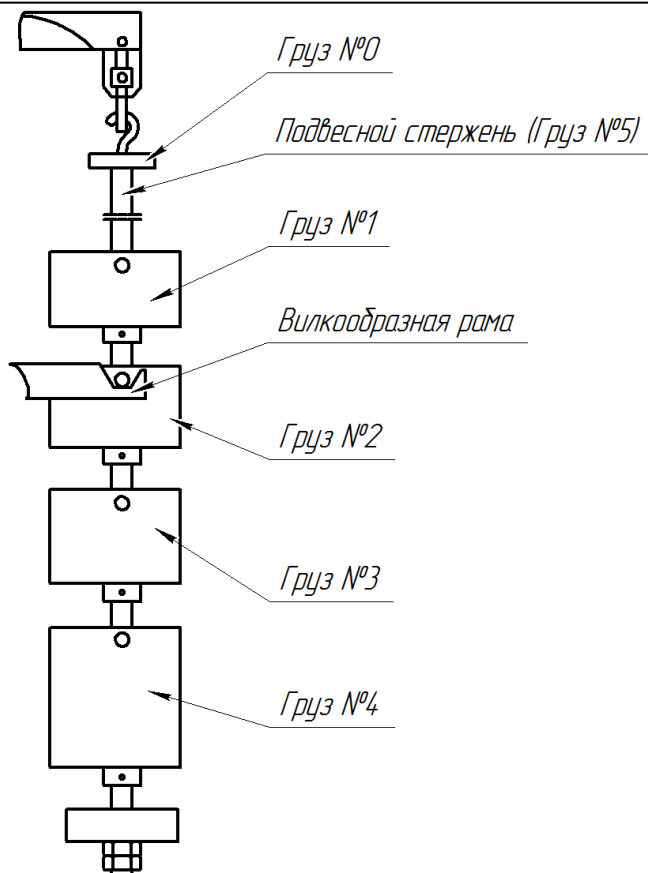

Рисунок 2.2 – Установка грузов
2. Повернуть ручку изменения нагрузки на положение «31,2», а затем установить грузы на подвесной стержень с верху-вниз в соответствии с порядковыми номерами: №1, №2, №3, №4 (рис. 2.2). Круглые колышки по обе стороны от груза должны быть правильно размещены в пазы вилкообразной рамы. Груз №0 должен быть установлен на верхнем месте только при нагрузке 31,2 кгс (306,5 Н).